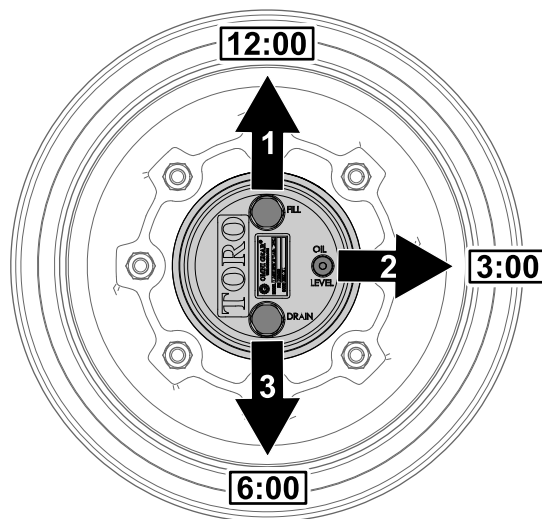

Рисунок 63
1. Припаркуйте машину на ровной поверхности, расположите колесо так, чтобы пробка заливного отверстия находилась в положении «12 часов», пробка контрольного отверстия – в положении «3 часа», а пробка сливного отверстия – в положении «6 часов» (Рисунок 63).
2. Уровень масла должен доходить до низа отверстия контрольной пробки. (Рисунок 63).
отверстия – в положении «3 часа», а пробка сливного отверстия – в положении «6 часов»; см. Рисунок 63 в разделе Проверка масла в планетарном редукторе (страница 55).